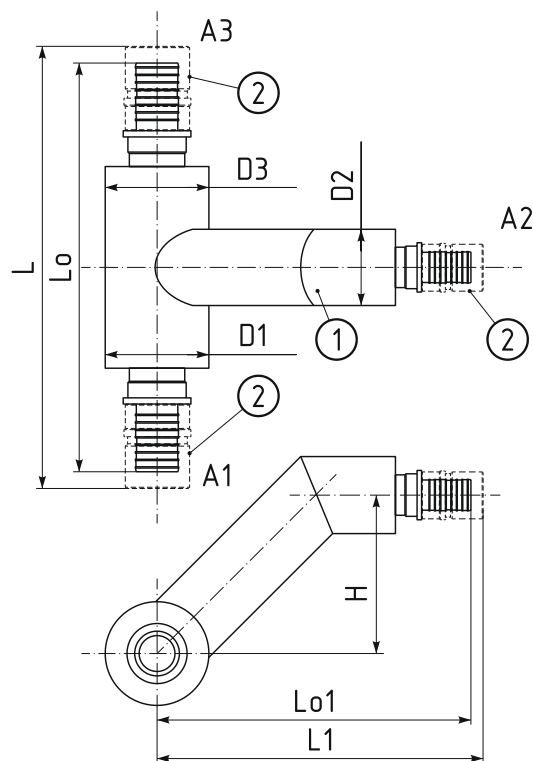

Рис. 2.8.3. Тройник угловой ПОЛИМЕРТЕПЛО.PRO
- тройник угловой ПОЛИМЕРТЕПЛО.PRO (см. рис. 2.8.3) – для труб ИЗОПРОФЛЕКС-115А, ИЗОПРОФЛЕКС-А, ИЗОПРОФЛЕКС-75А.